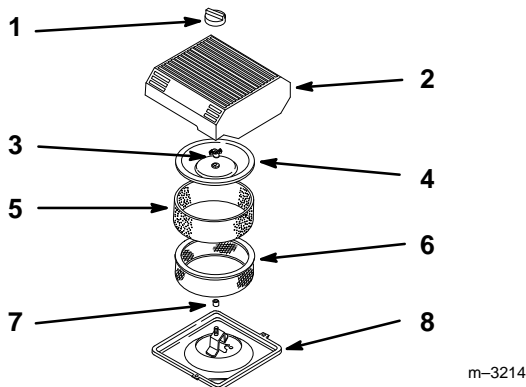

Figure 20
**Remarque:** Nettoyer les abords du filtre à air pour éviter d'introduire dans le moteur des impuretés qui pourraient l'endommager. Dévisser le bouton et déposer le capot du filtre à air (Fig. 20).
2. Faire glisser délicatement l'élément en mousse pour le retirer de l'élément en papier (Fig. 20).
3. Dévisser l'écrou du couvercle et déposer le couvercle et l'élément en papier (Fig. 20).
1. Glisser délicatement l'élément de filtre en mousse sur l'élément en papier (Fig. 20).
2. Mettre les éléments assemblés en place sur l'embase du filtre à air (Fig. 20).
3. Poser le couvercle sur le filtre et le fixer à l'aide de l'écrou (Fig. 20).